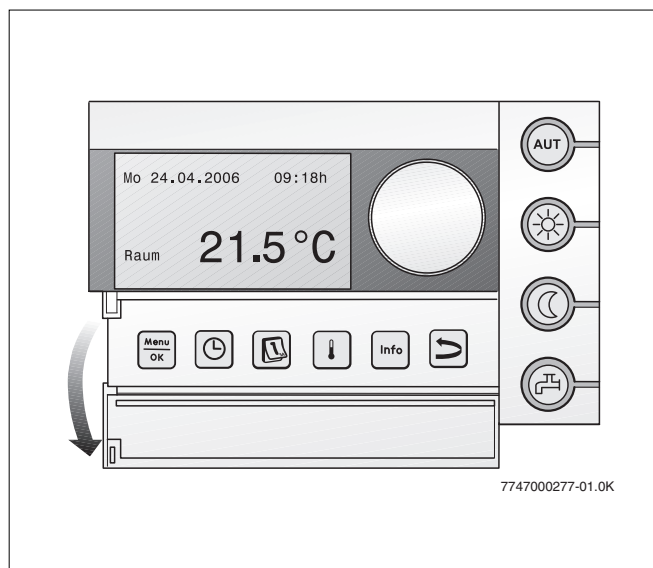

Bild 7 Bedieneinheit RC35 (mit geöffneter Klappe)
- ▶ Nehmen Sie die Einstellungen an der Bedieneinheit RC35 (Bild 7) vor. Wir empfehlen, dass Sie Folgendes prüfen bzw. einstellen: